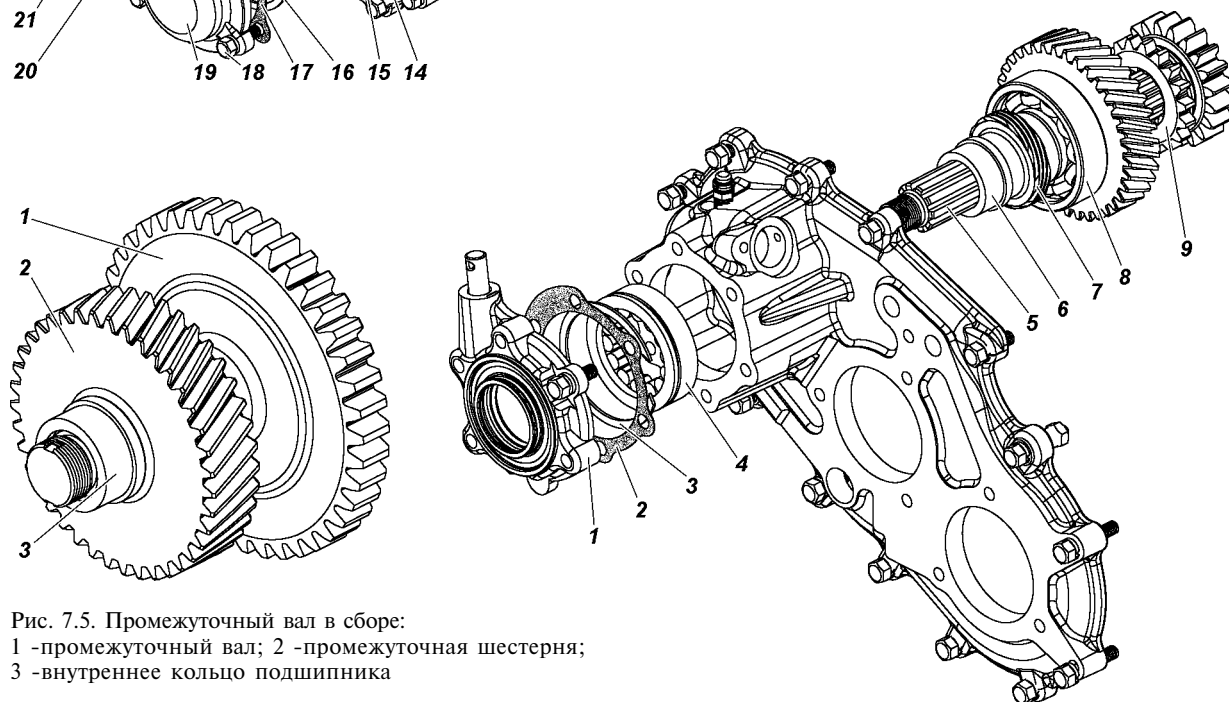

Рис. 7.5. Промежуточный вал в сборе:
1. Напрессуйте промежуточную шестерню 2 (см. рис. 7.5) на промежуточный вал 1.